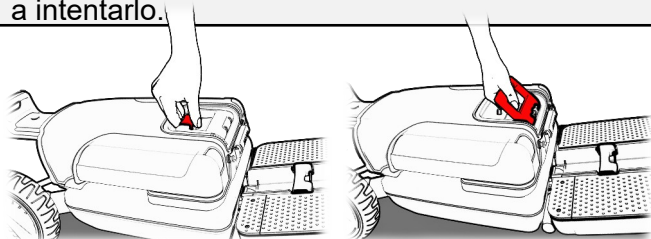

Figura 13
10. Coloque una mano en la cultivadora y, con la otra mano, suelte la palanca de seguridad del mango trasero (Figura 13, paso 1) y coloque el mango en una posición vertical de 90 grados (Figura 13, paso 2).